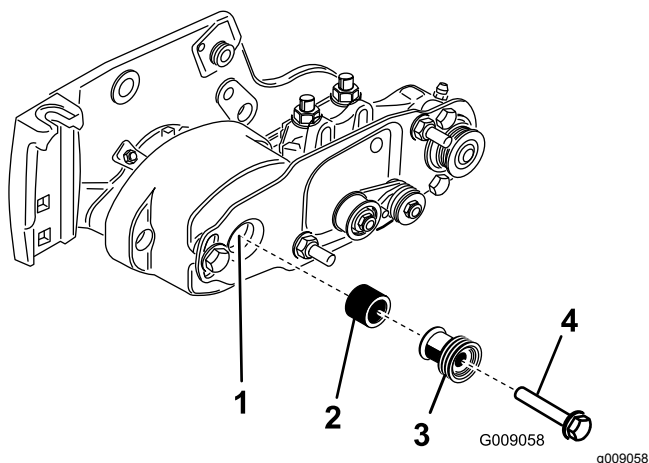

図 15
- ベアリングハウジングのシャフトにスペーサを取り付ける 図 15。
- スペーサに駆動プーリを挿入し、駆動シャフトにはめる 図 15。プーリのタブが駆動シャフトのスロットにきっちりと嵌まるように取り付けること。
- フランジヘッドボルト $\frac{3}{8}$ x 2 インチを使ってプーリとスペーサを駆動シャフトに固定する 図 15。